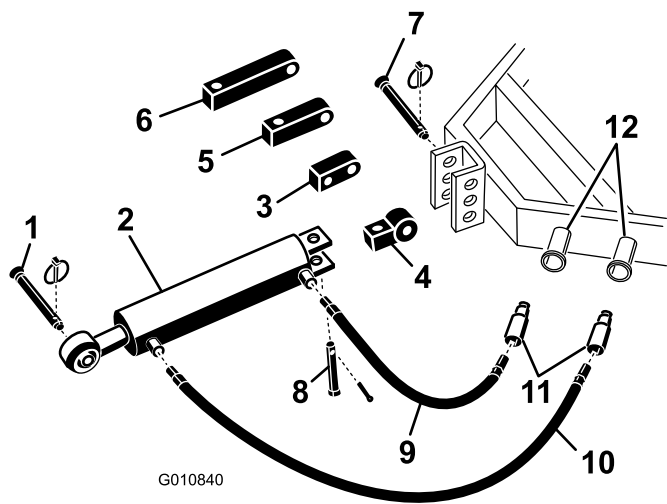

图5
1. 使用随牵引车提供的柱销，将液压顶部连杆的连接杆端固定到牵引车（图5）。摆放液压顶部连杆，使杆端朝向牵引车。油缸的各端口应朝向牵引车的辅助动力液压装置。
注意： 如果液压油缸的放置必须使端口朝向上方，请使用旋转垫块重新调整油缸的位置，而不是使用标准安装垫块（图5）。可以使用 90° 液压接头替代旋转垫块（接头未提供）。
- A. 取下将标准连接杆固定到油缸上的开口销和柱销（图5）。从油缸上卸下连接杆。
- B. 使用之前卸下的柱销将旋转垫块安装到油缸上（图5）。
- 将 106cm 长液压软管连接至液压顶部连杆最靠近打孔机的端口(图5)。在软管螺纹上缠绕铁氟龙胶带或涂抹管道螺纹密封剂,防止发生泄漏。
- 将 76cm 长液压软管连接至液压顶部连杆最靠近牵引车的端口(图5)。在软管螺纹上缠绕铁氟龙胶带或涂抹管道螺纹密封剂,防止发生泄漏。
如果液压油缸无法够到到打孔机安装支架，请使用延长垫块将油缸连接到牵引车上，而不是使用标准安装垫块（图5）。
- 取下将标准连接杆固定到油缸上的开口销和柱销（图5）。从油缸上卸下连接杆。
- 使用之前卸下的柱销将所需长度的延长垫块安装到油缸上（图5）。